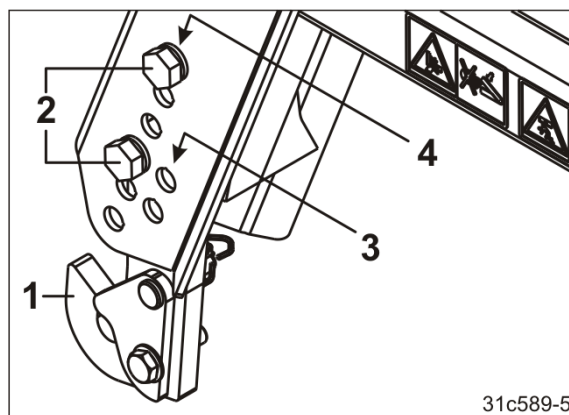

Рис. 107
1. Закрепите каждый захватный крюк (Рис. 107/1) на подъемной раме двумя болтами (Рис. 107/2).
- группа отверстий (Рис. 107/3) для катков небольшого диаметра;
- группа отверстий (Рис. 107/4) для катков большого диаметра.